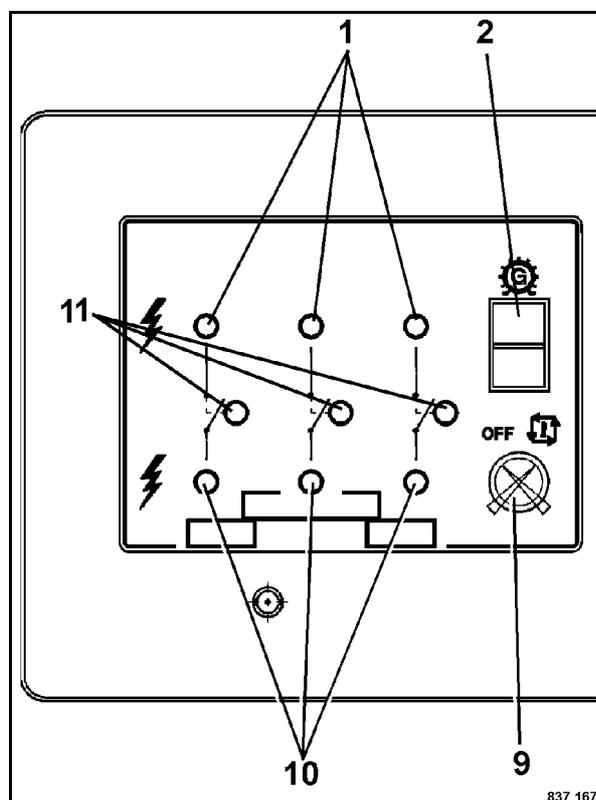

Fig. 122
- Inserire il generatore 2 (Fig. 122).
- Inserire il regolatore automatico di temperatura (9).